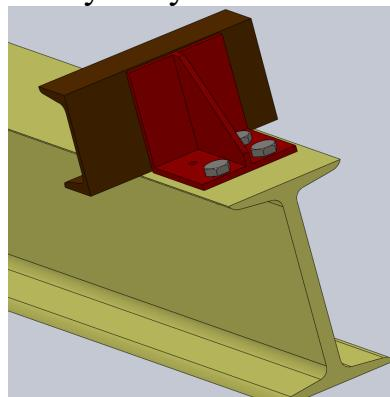

Рисунок 3 – Дефектное закрепление упора
- приложенная нагрузка равномерно распределена по передней грани упора, но один из крепежных болтов отсутствует или не зажат (рисунок 3);